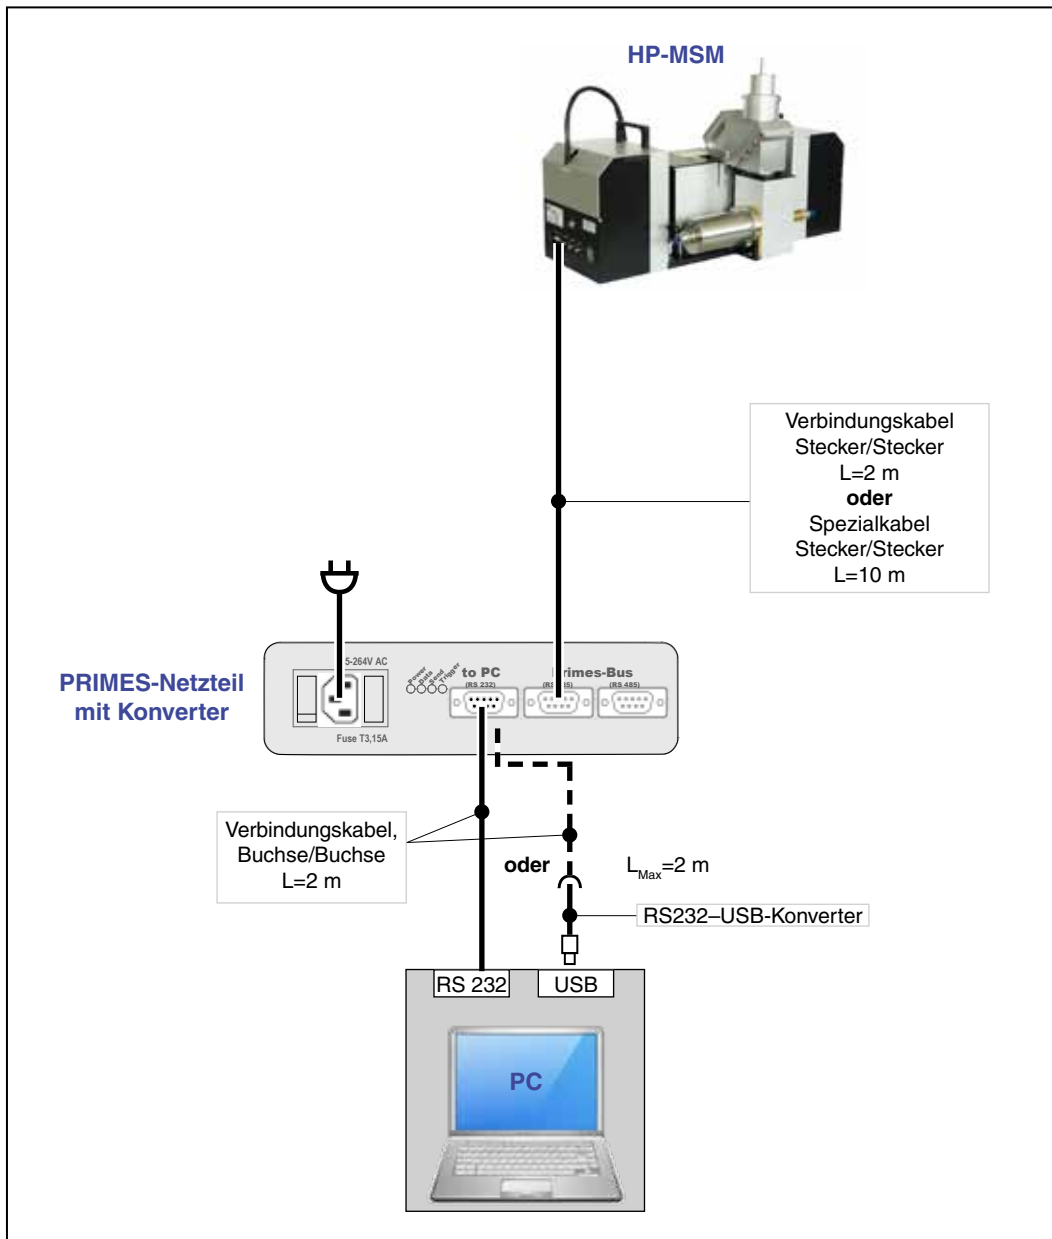

Abb. 10.5: Anschluss mit Standardkabel 2 m oder Spezialkabel 10 m
- Die Kabellänge vom Netzteil zum Messgerät darf standardmäßig maximal 2 m betragen. Bei größeren Entfernungen bis max. 10 m verwenden Sie bitte das PRIMES-Spezialkabel mit größeren Aderquerschnitten (siehe Abb. 10.5 auf Seite 30).